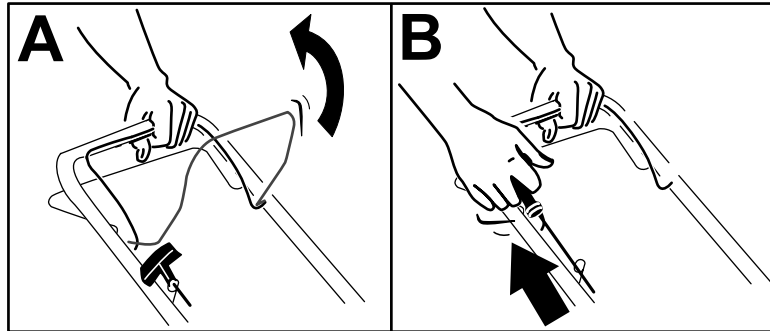

Figure 12
1. Maintenez la barre de commande des lames contre le guidon (A de la Figure 12).
2. Tirez la poignée du lanceur (B de la Figure 12).